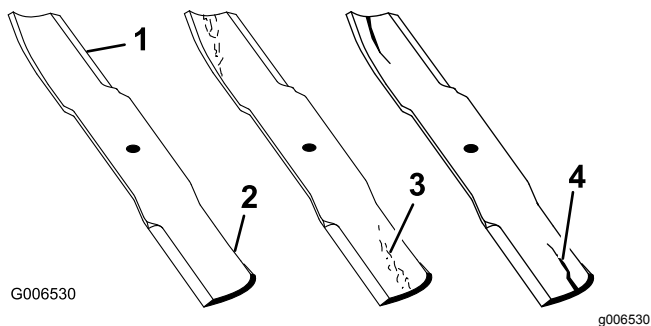

Figure 99
1. Examinez le tranchant des lames (Figure 99). Si les lames coupent mal ou présentent des indentations, déposez-les et aiguissez-les; voir Aiguisage des lames.
2. Inspectez les lames, et plus particulièrement l'ailette (Figure 99). Remplacez immédiatement toute lame endommagée, usée ou qui présente une entaille (Figure 99).